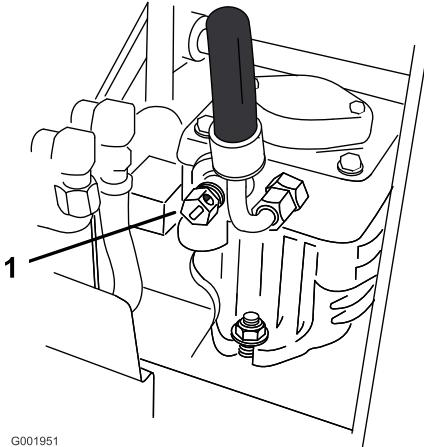

Figura 25
- Abra las válvulas de desvío de ambas bombas girándolas 1 a 2 vueltas en el sentido contrario a las agujas del reloj. Esto permite que el aceite hidráulico se desvíe alrededor de la bomba, dejando que las ruedas giren (Figura 25).